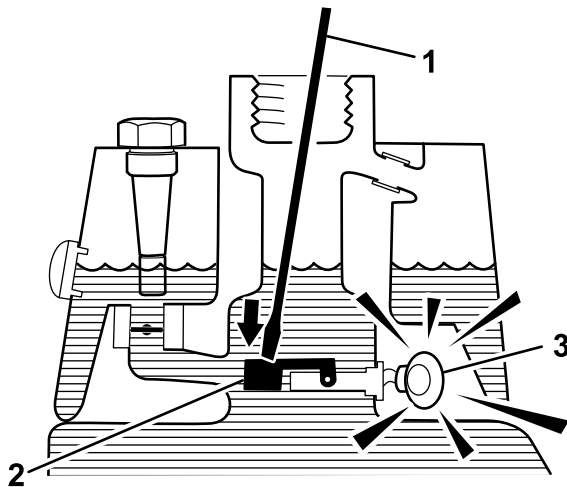

Bild 60
- Stecken Sie eine saubere Stange oder einen Schraubenzieher in den Einfüllstutzen des Behälters und drücken Sie den Schwimmerschalter (Bild 60) leicht nach unten. Der Alarm sollte nach einer Sekunde ertönen.